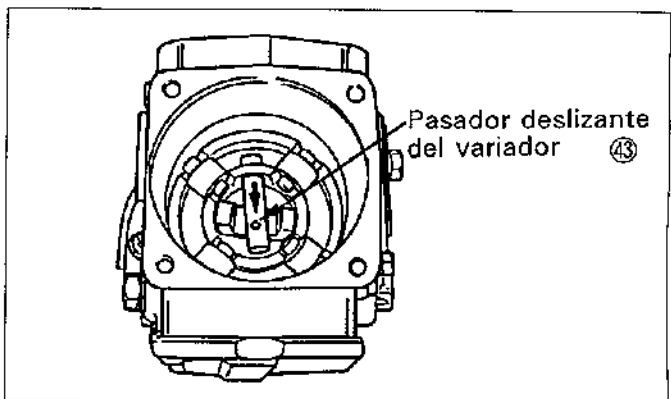

Figura.12-20 Extracción del pasador deslizante
(2) Gire el eje de impulsión de forma que las lengüetas no obstruyan el pasador deslizante del variador ④③ mientras está siendo sacado hacia el centro del anillo de rodillo. (Vea la figura.12-20)